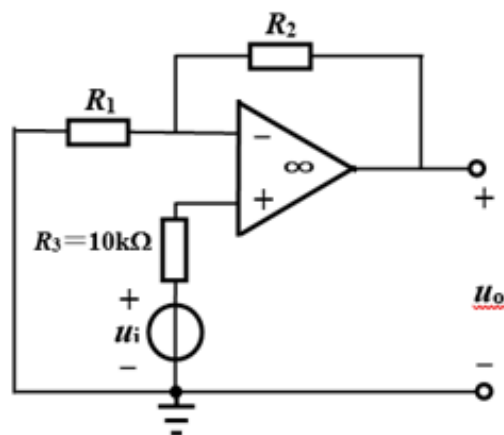

图 2 同相比值放大器的电路原理图
- 2 采用同相比值器放大电路如图 2 所示。设计一个放大倍数等于 3 的放大器。运算放大器建议选用 UA741MJ、LM324AJ 等实际运放模型，运放电源电压为 $\pm 15\text{V}$ 。 $R_3 = 10\text{k}\Omega$ 。设计 R_1 、 R_2 的阻值（数量级是 $\text{k}\Omega$ ），且满足 $R_1 // R_2 = R_3$ （可以减少偏置电流对运放的影响），组成放大倍数等于 3 的同相比值放大器。